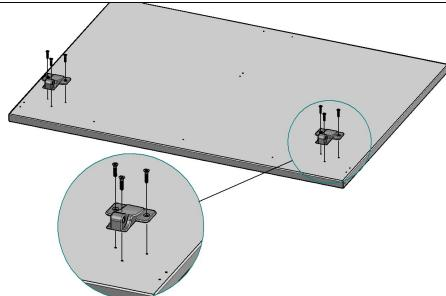

Рис. 11
4.6.1. На столешницу (поз. 5) прикрутить СУТ.11.192. Кронштейн шарнира (поз.1, пакет № 30) при помощи саморезов с потайголовкой 4x16 (поз. 2, пакет № 30), см. рис. 11.